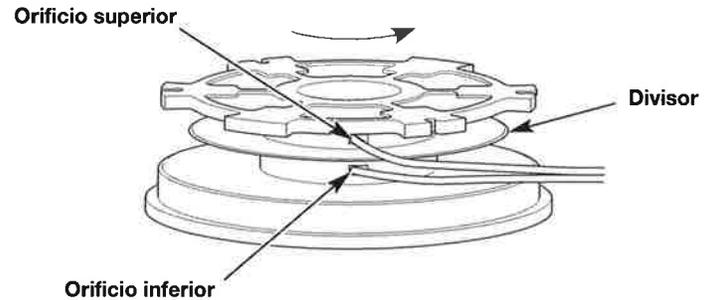

Fig. 13
2. Con uno de los extremos divididos, inserte un hilo dentro del orificio superior y otro hilo dentro del orificio inferior del carrete interior (Fig. 13).